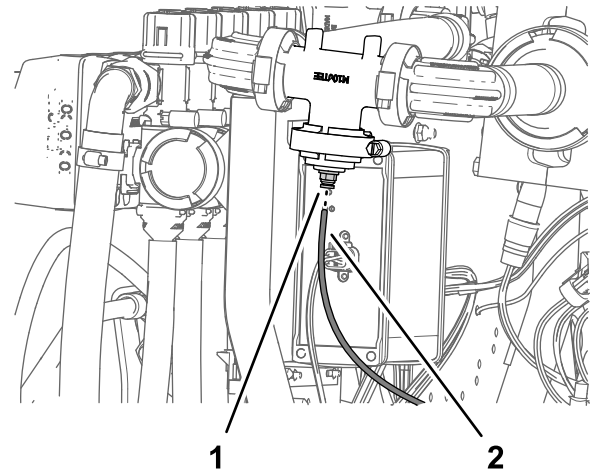

Figure 134
1. Alignez le bout du tube de détection de pression (plastique) associé au manomètre monté sur la planche de bord et la bague de blocage du raccord de tube (Figure 134).
2. Insérez le tube de détection dans la bague de blocage jusqu'à ce que le tube soit complètement engagé (Figure 134).